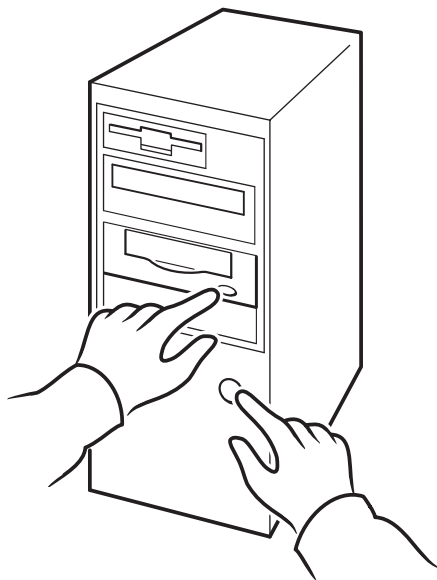

图 13b: hp obdr, 第 2 步
- 2 按下磁带机的弹出按钮。按住 Eject（弹出）按钮，打开服务器（见图 13b）。这会激活 HP One-Button Disaster Recovery 过程。当前面板的 Tape（磁带）灯和 Clean（清洁）灯（这是 OBDR 序列）交替闪烁时，松开按钮。